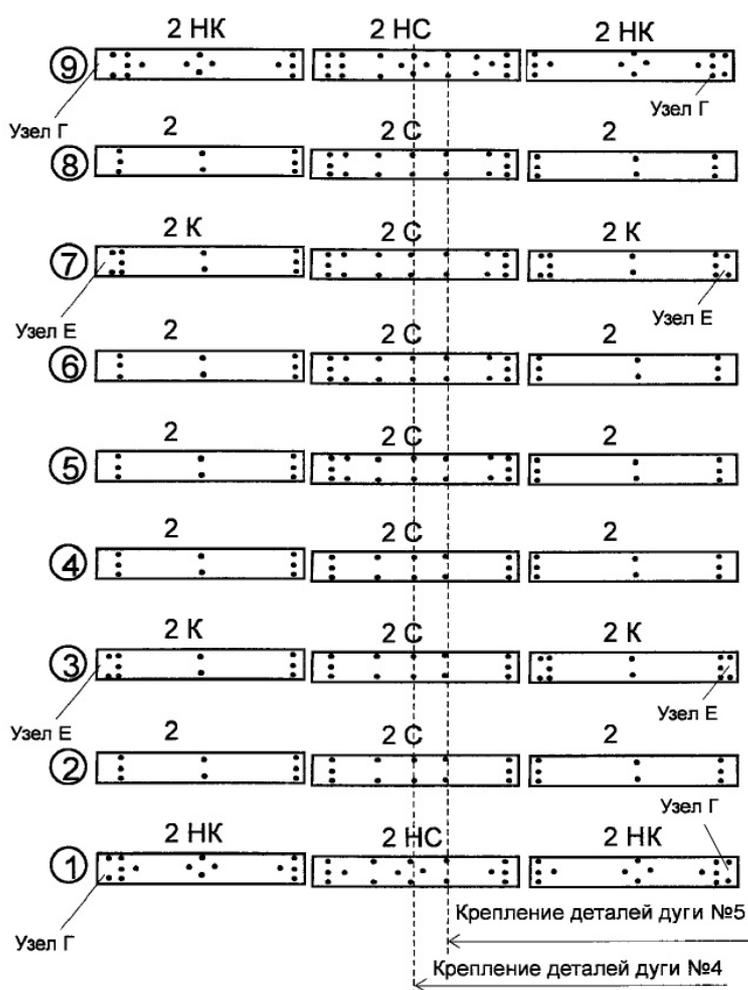

Рис.3 Схема монтажа продольных элементов.
1. К лицевой дуге (к элементу 4вк) снизу крепится продольный элемент с индексом 2 (ряд №5 на рис.3). Его середина соединяется со следующей дугой второго поперечного ряда (рис.3). Для того чтоб собираемая конструкция стала устойчивой, к дугам крепим продольные элементы 2к из 3 и 7 продольных рядов. Обратите внимание, что эти элементы имеют 2 пары отверстий по краям. Соединения должны производиться **по 2-й паре отверстий** от края, в противном случае возникнет перекося конструкции (первая пара отверстий со стороны лицевой дуги в дальнейшем будет использована для крепления деталей торца, см. узел Е). Далее к дугам крепим детали 2 четвертого и шестого продольных рядов.